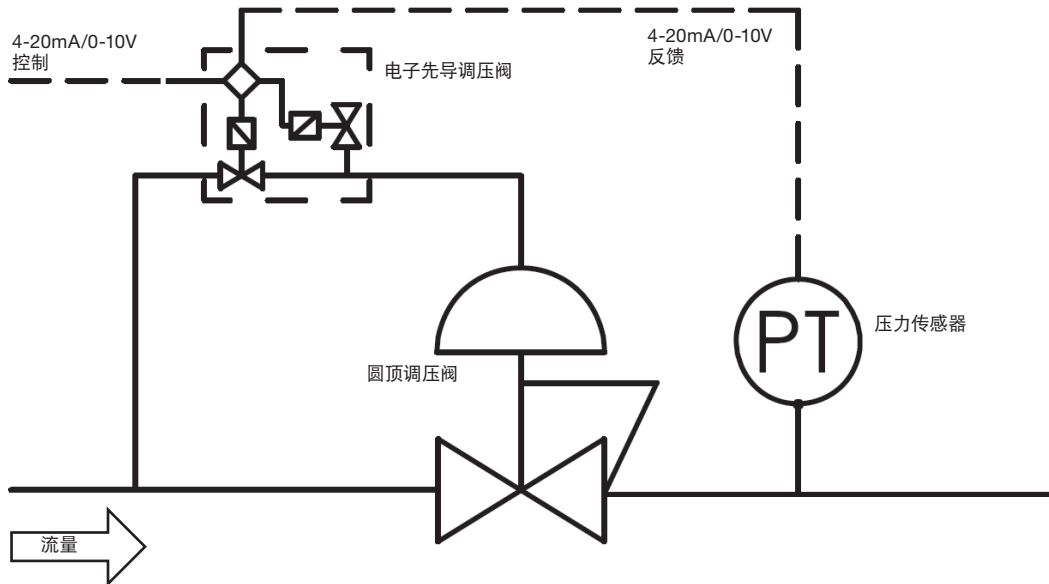

图 6
- **电子控制**。在此设置中，由系统压力供给的电子先导调压阀与压力传感器结合使用，直接控制圆顶压力（图 6）。主调压阀的出口压力将受到电子调压阀出口压力的限制。此设置不适用于液体应用。